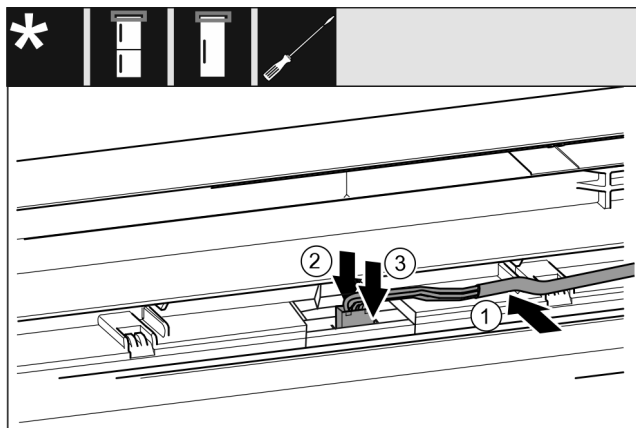

Fig. 41 Комбинация из холодильных и морозильных агрегатов / морозильные агрегаты / холодильные агрегаты
- ▶ Вставьте кабель Fig. 41 (1) в направляющую в верхней двери.
- ▶ Прижмите защелку Fig. 41 (2) назад.
- ▶ Зафиксируйте штекер Fig. 41 (3).